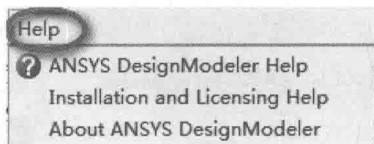

图 1-10 Help 子菜单
- (6) Help: 帮助文档, 如果在使用 DM 过程中遇到不懂的地方可以使用帮助文档来解决问题, 如图 1-10 所示。